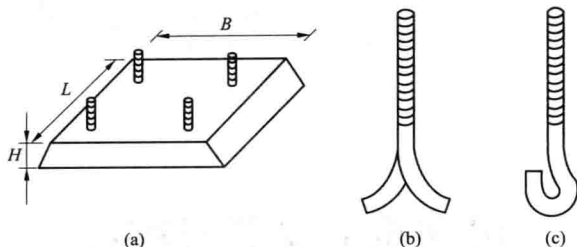

图 1-1 电动机底座基础的形状
1) 基础浇注。电动机底座的基础一般用混凝土浇筑或用砖砌成，基础的形状如图 1-1 (a) 所示。基础高出地面的尺寸 H 一般为 $100 \sim 150\text{mm}$ ，具体高度随电动机规格、传动方式和安装条件等确定。底座长度 L 和宽度 B 的尺寸，应根据底板或电动机的基座尺寸确定，每边应比电动机机座宽 $100 \sim 150\text{mm}$ 。基础的深度一般按地脚螺栓长度的 $1.5 \sim 2.0$ 倍选取，以保证埋设的地脚螺栓有足够的强度。基础的重量应为机组重量的 $2.5 \sim 3.0$ 倍。
2) 地脚螺栓埋设。为了保证地脚螺栓的埋设牢固，通常将其埋入基础的一端做成人字形或弯钩形，如图 1-1 (b) 和图 1-1 (c) 所示。埋设螺栓